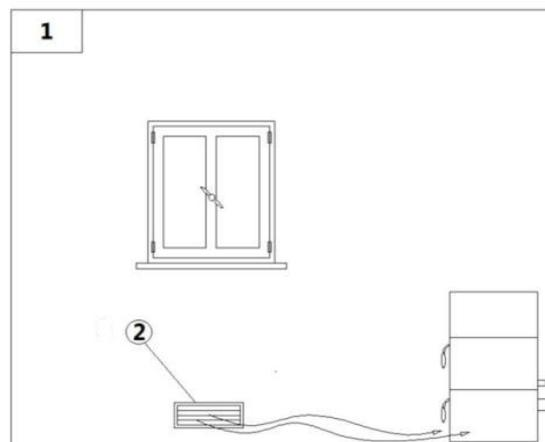

Fig. 7 - Direkte Luftzufuhr
### LEGENDE Fig. 7 a pag. 10
- Die Luftzufuhr zwischen der Außenseite und dem Raum kann direkt durch die Öffnung auf der Außenwand des Raumes erfolgen (siehe **Fig. 7 a pag. 10**).